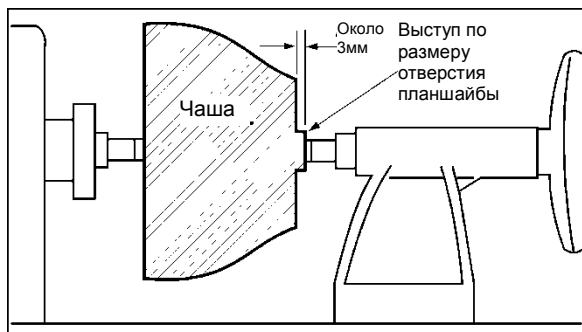

Рисунок 38
8. Выточите короткий выступ (длиной примерно 3 мм) по размеру отверстия планшайбы. См. Рис. 38. Это позволит отцентрировать заготовку на планшайбе.